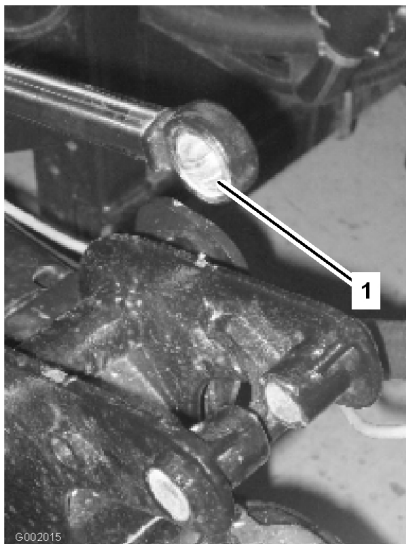

Bild 36
5. Drehen Sie das Lagerende der Aktuatorstange und schmieren Sie Schmiermittel in das Lager (Bild 36). Wischen Sie überflüssiges Fett ab.